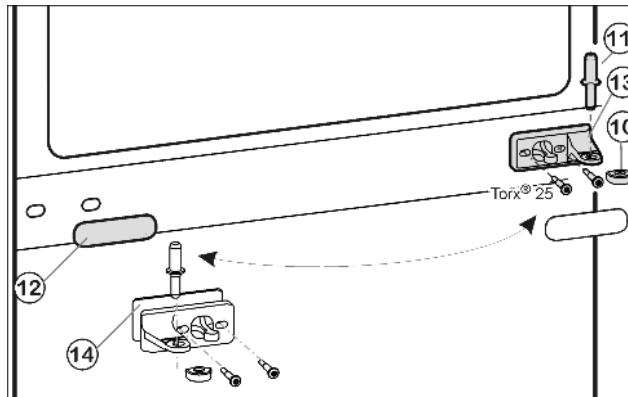
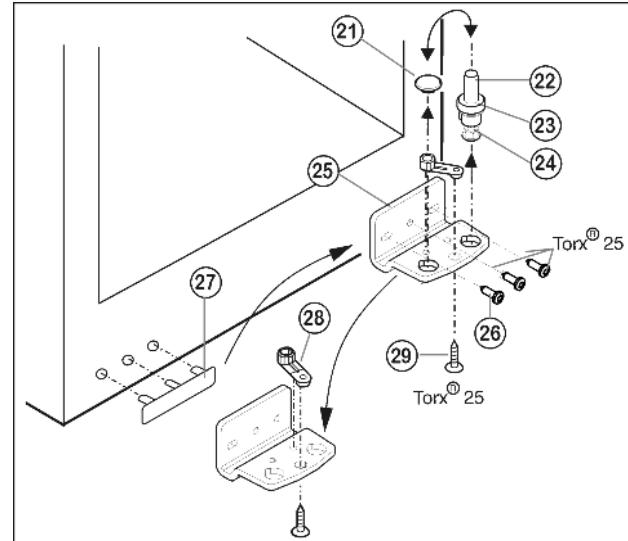

Fig. 6
Fig. 7
- ▶ Вытащите из опорного кронштейна и нижней дверцы средний опорный винт Fig. 6 (11).
- ▶ Снимите пластмассовый колпачок Fig. 6 (10).
- ▶ Открутите средний опорный кронштейн Fig. 6 (13) (2 шт. Torx® 25).
- ▶ Осторожно снимите накладку Fig. 6 (12).
- ▶ Прикрутите средний опорный кронштейн Fig. 6 (13) с подкладкой Fig. 6 (14) с поворотом на 180° на новую сторону шарнира (**с моментом 4 Нм**).
- ▶ Защелкните накладку Fig. 6 (12), повернув на 180°, на стороне, где теперь будет ручка.
- Извлеките опорный винт Fig. 7 (22) в комплекте с шайбой Fig. 7 (23) и регулируемой опорой Fig. 7 (24), вытягивая его вверх.
- Снимите пробку Fig. 7 (21).
- Открутите Fig. 7 (26) опорный кронштейн Fig. 7 (25).
- Открутите Fig. 7 (29) опорную деталь Fig. 7 (28) и, переставив в отверстие на противоположной стороне опорного кронштейна, снова прикрутите.
- Осторожно снимите и переставьте на противоположную сторону крышку со стороны ручки Fig. 7 (27).
- Снова прикрутите опорный кронштейн Fig. 7 (25) на новой стороне шарнира (**с моментом 4 Нм**). При необходимости используйте аккумуляторный шуруповерт.
- Переставьте пробку Fig. 7 (21) в свободное отверстие.
- Вновь установите опорный винт Fig. 7 (22) в комплекте с шайбой и регулируемой опорой. При этом фиксатор должен быть направлен назад.
- Установите нижнюю дверцу сверху на нижний опорный винт Fig. 7 (22).
- Снова наденьте пластмассовый колпачок Fig. 6 (10) на средний опорный кронштейн Fig. 6 (13).
- Вставьте средний опорный винт Fig. 6 (11) на новой стороне шарнира через средний опорный кронштейн Fig. 6 (13) в нижнюю дверцу.
- Установите верхнюю дверцу на средний опорный винт Fig. 6 (11).
- При необходимости выровняйте дверцы через два продольных паза в нижнем опорном кронштейне Fig. 7 (25) и среднем опорном кронштейне Fig. 6 (13) параллельно корпусу устройства. Для этого выкрутите средний винт на нижнем опорном кронштейне Fig. 7 (25).